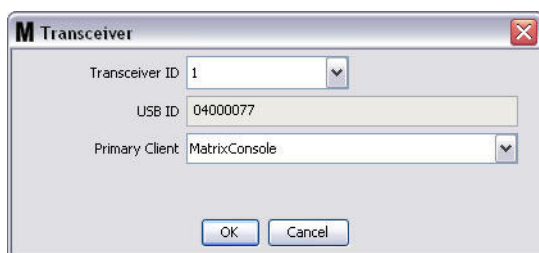

FIG. 88
3. L'écran Modifier indiqué à la FIG. 88 s'affiche. Dans cet écran, vous pouvez modifier l'identification de l'émetteur-récepteur attribué à l'émetteur-récepteur et lui attribuer un Principal Client. Bien que l'identification de l'USB soit affichée sur la liste de cet écran, il n'est pas un champ modifiable. Il est fourni à titre d'informations uniquement.